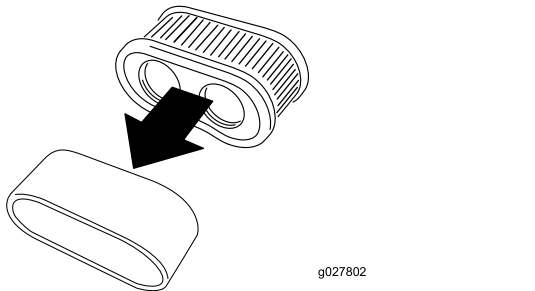

Figura 40
5. Separe os filtros de esponja e papel (Figura 40).